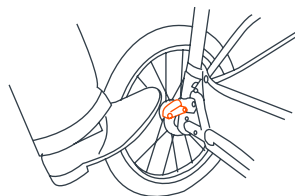

Fig. 14
- 14) • Para aplicar los frenos, ejerza una ligera presión hacia abajo a la palanca del freno situada en cada rueda trasera. El carrito podría requerir un leve movimiento hacia delante o hacia atrás para alinear los dientes del freno con el piñón del freno de cada rueda (Fig. 14).